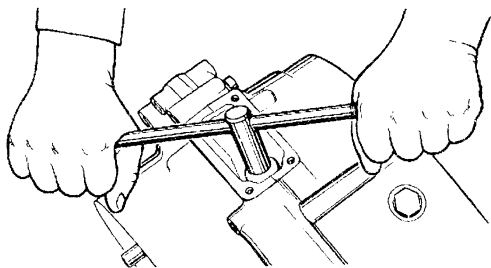

Рис. 3.30. Отвертывание болта крепления выносного маховика
- ослабить торцовым ключом затяжку болта, стягивающего выносной маховик, в соответствии с рис. 3.30;